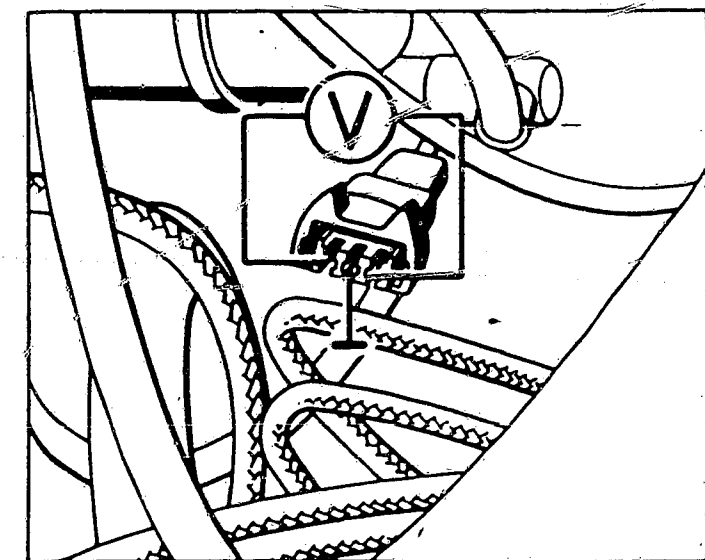
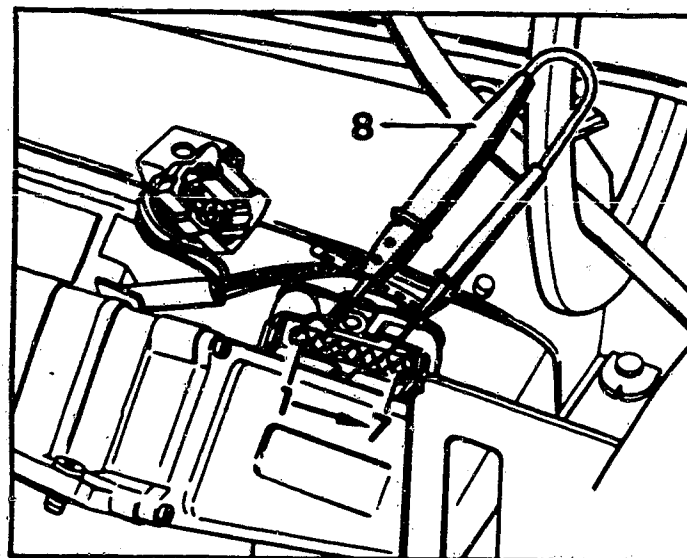

Bild 8 Spannungsmessung am abgezogenen Hallgeber des Zündverteilers.
Bild 10 Hallgeberprüfung mit einem Diodenprüfer. 1-7 Klemmenbezeichnungen – 8 Diodenprüfer.
- VEZ-Stecker wieder aufstecken und dafür Hallgeber-Stecker am ZV abziehen. Spannung an den äusseren Kontakten (Bild 8) des Steckers messen. Sollwert beim Einschalten der Zündung min. 5V.
- TSZ-H-Schaltgerätestecker abziehen und Dioden-Spannungsprüfer an den Kontakten 2 und 6 anschliessen (Bild 10). Beim Betätigen des Anlassers müssen die Dioden flackern. Andernfalls Hallgeber ersetzen.
Für Spannungsdrehzahlmesser ist neben dem rechten Federbein ein Prüfstekker vorhanden (Bild 8+9). Dieser ist parallel zur Schleife des Primärkabels des ersten Zylinders verlegt, wobei ein 2,2 kΩ Widerstand in Serie geschaltet ist. Nach dem Entfernen der Deckkappe des Prüfstekkers, ist das Kabel Nr. «1» (Minus) des Drehzahlmessers mit dem Stift des Prüfstekkers und das Kabel Nr. «15» (Plus) des Drehzahlmessers mit dem Pluspol der Batterie zu verbinden.
Bild 8 Schema der Direktzündanlage mit der gestrichelt eingezeichneten Schleife, die sich durch die Kabelverbindung von der Prüfsteckerverbindung zur Masse ergibt (siehe Bild 10). A Zündschalter – B Batterie – C zum Anlasser – D vom Kurbelwinkel-Sensor – E vom Luftdurchsatzmesser – F vom Kühlmittel-Sensor – G Leistungstransistoren – H Zündspulen – Z Zündkerzen.
Die zweite Methode eignet sich für alle Impulsklemmen und Zündprüflampen. Dazu ist ein Hilfskabel nötig, welches auf der einen Seite mit dem Prüfstecker beim Federbein verbunden und auf der anderen Seite an Masse gelegt wird (Bild 10). Damit ein genügend starker Impuls abgenommen werden kann, empfiehlt es sich, das Kabel in mehrere Schlaufen zu legen und diese mit der Zange zu umfassen (Bild 10 unten).
Bild 10 Oben: Das Anschliessen des Verbindungskabels Prüfstecker/Masse mit der angeklemmten Triggerzange (T). Unten: Zur Verstärkung des Signals kann das Kabel in eine Schlaufe gelegt und die Impulsnehmerzange dort angeklemmt werden.